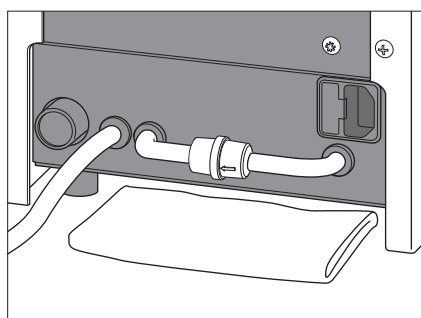

図 27
- 4) ユニット背面にある給水フィルタの下に乾いた布、紙等を敷きます。(多少のタンク残水が予想されます。また運転直後などはタンクの水が熱くなっておりますので、十分に冷えた状態で作業するようにしてください)(図 27)